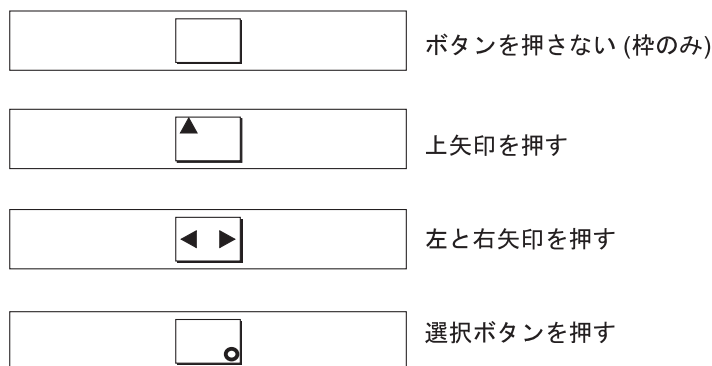

図 42. ボタンを押した場合のフロント・パネル表示
3. 上移動、下移動、左移動、右移動の各ボタンを押して、それらが作動することを確認します。図 42 は、ボタンを押したときにフロント・パネルに表示される 4 つの例を示しています。ボタンのテストが完了したら、選択ボタンを 5 秒間押し続けたままにして、テストを終了します。